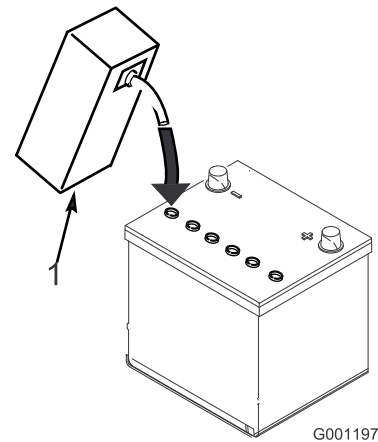

図 6
3. 各セルに慎重に電解液を満たす。電極板が6mm程度水没するぐらいが適当 (図 6)。
4. 電極板が液を吸収するまで20～30分程度待つ。必要に応じて、電極板が6mm程度水没するぐらいに電解液を補充する (図 6)。